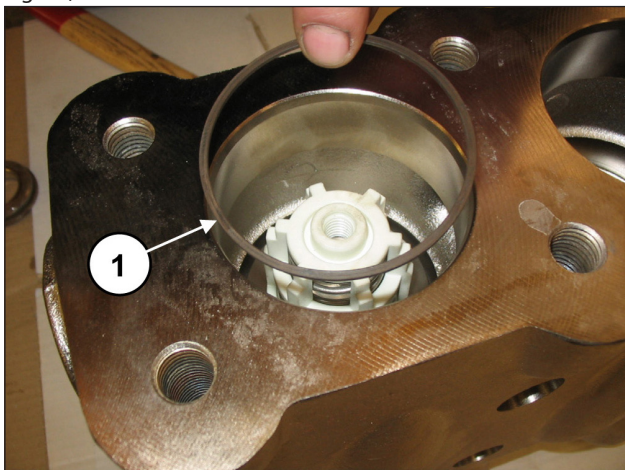

Fig. 99
Inserire l'anello antiestrusione, pos. esploso n. 16 (pos. ①, Fig. 99).